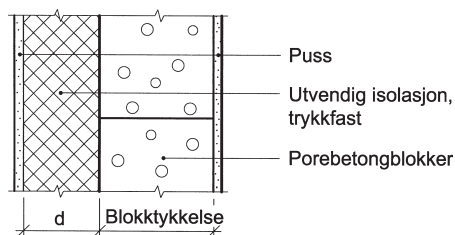

Fig. 432
- 432 Porebetongblokker med utvendig isolasjon med puss. Beregnet U-verdi er vist i tabell 432. Verdiene gjelder oppbygning som vist i fig. 432.